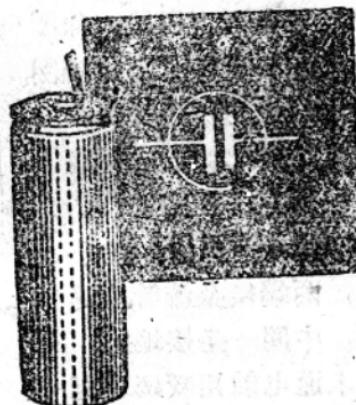

图13 电糊电容器
3. 电糊电容器 如图13所示。电糊电容器接入电路时必須注意极性，有“+”的符号接电源的正极，有“-”的符号接电源的負极，所以电糊电容器只能用在脉动的直流电路中。使用时不能反接，否则会因介質絕緣电阻变小，漏电电流增大而把介質燒毁。